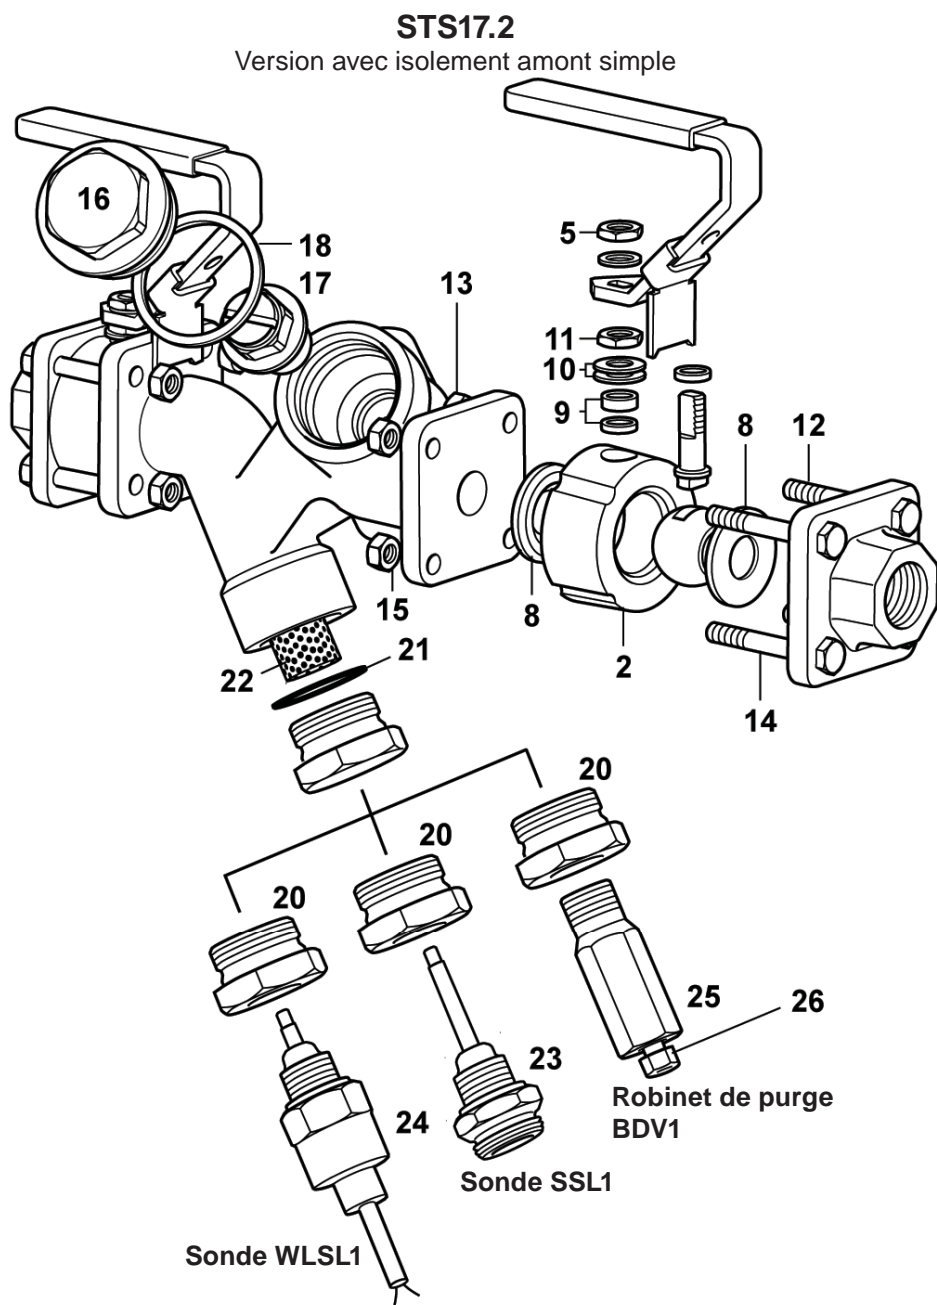

Fig. 5
5.7 Comment remplacer les pièces de rechange des robinets à tournant sphérique (voir fig. 5)